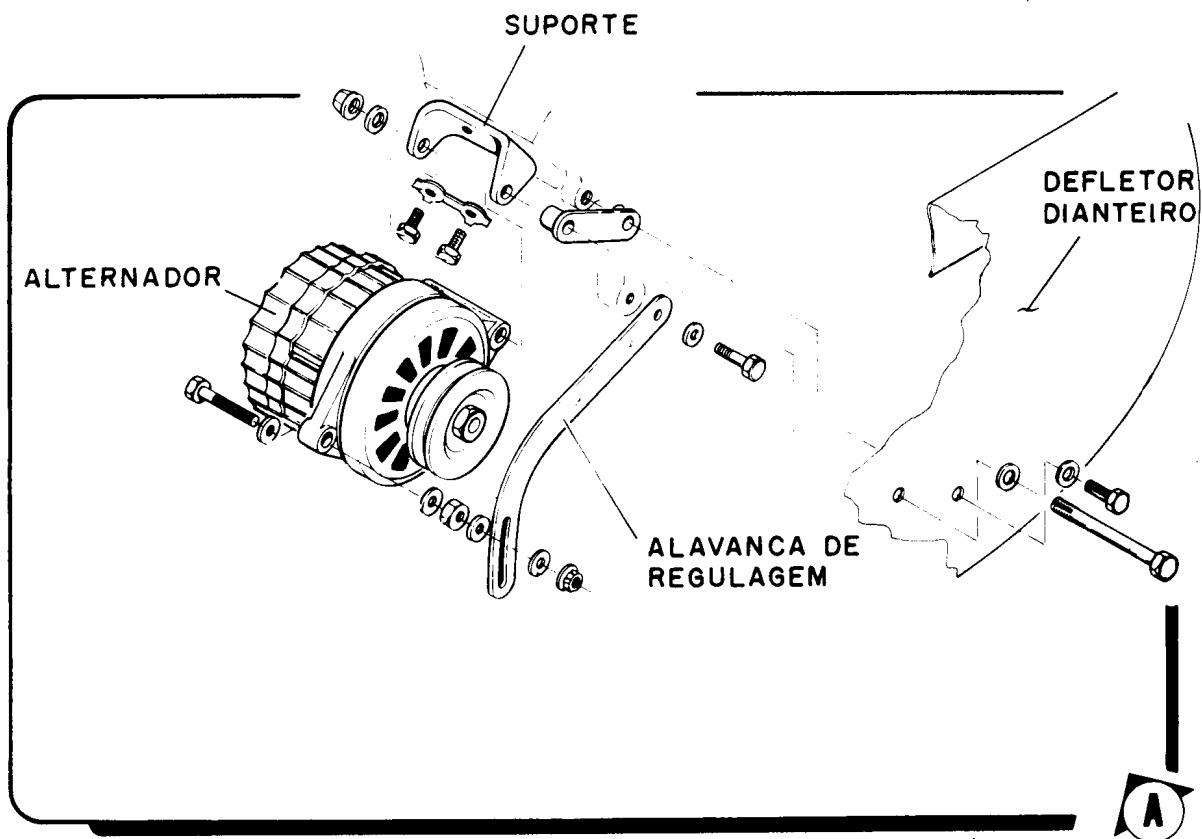

Figura 24-3. Instalação do Alternador CEN
- Use a figura 24-3 como guia para a remoção e instalação do alternador.